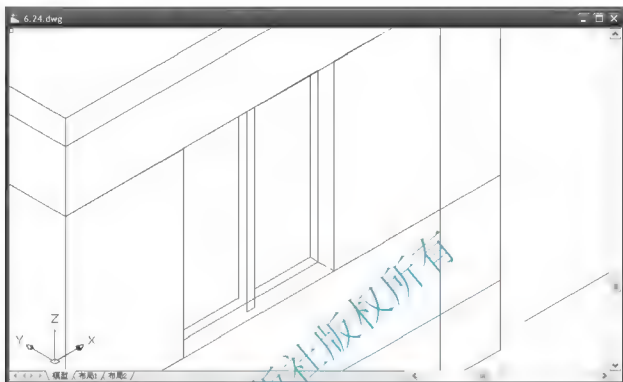

图 6.24 移动窗户模型
- (1) 在命令行输入“M”后按 Enter 键, 启动【移动】命令。
- (2) 在选择对象: 提示下, 选择前面绘制的“窗框”和“玻璃”, 并按 Enter 键进入下一步命令。
- (3) 在指定基点或 [位移(D)] <位移>: 提示下, 在绘图区域任意单击一点作为移动的基点。
- (4) 在指定基点或 [位移(D)] <位移>: 指定第二个点或 <使用第一个点作为位移>: 提示下, 输入“@0,80,0”, 表示将“窗框”和“玻璃”向 Y 轴正方向移动 80mm。
- (5) 按 Enter 键结束命令, 结果如图 6.24 所示。